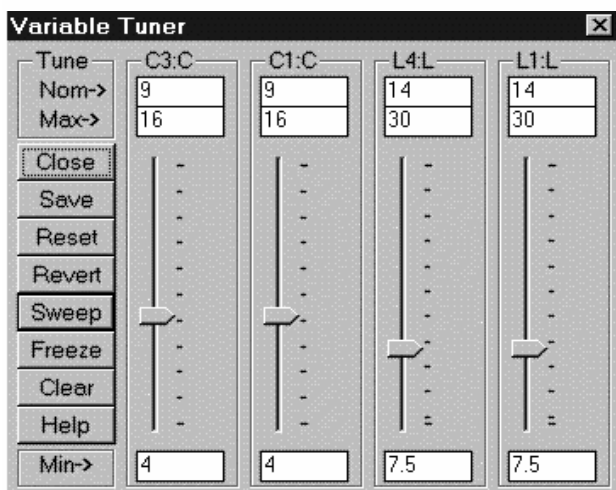

Рис. 2.14
7. Выберите **Simulate > Tune** в выпадающем меню или щёлкните по значку **Tune** на панели инструментов. Откроется диалоговое окно **Variable Tuner** (Блок настройки переменных), показанное на рис. 2.14.